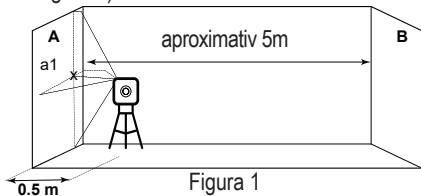

Figura 1
- 4) Marcați pe perete centrul liniilor încrucișate cu **a1** (vezi Figura 1).